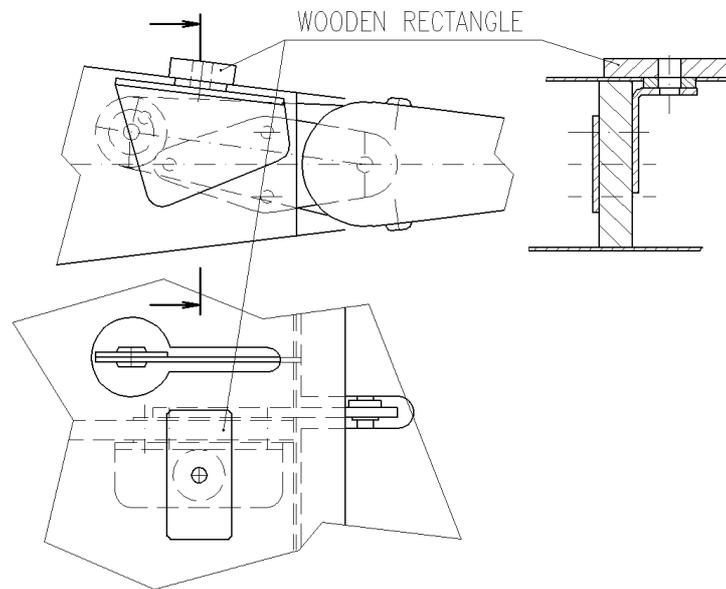

Fig. 4
5. Collez maintenant le rectangle en bois th. 6 mm (voir fig. 4) et une fois durci correctement, ajuster sa hauteur à la dimension mesurée à l'étape 1 (fig. 5).